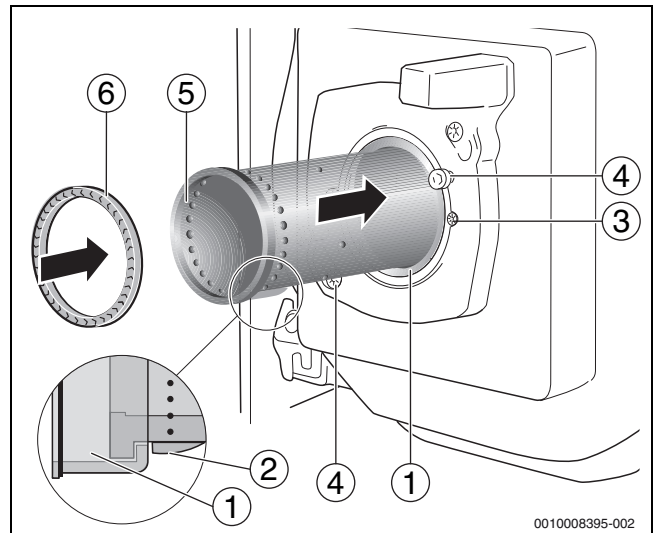
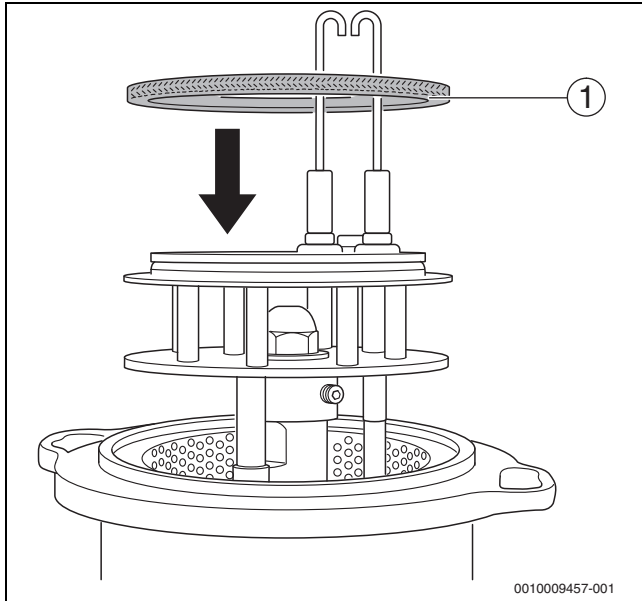

Bild 42 Brennerrohr austauschen
Bild 44 Dichtung einsetzen
- ▶ Neues Brennerrohr (→ Bild 42, [5]) in das Stützrohr einsetzen. Dazu das Brennerrohr über die Nase (→ Bild 42, [2]) hinweg bis gegen den Anschlag des Stützrohrs führen. Die Nase des Brennerrohrs muss dabei nach unten zeigen und einrasten (→ Bild 42, [Lupe]).
- ▶ Neue Dichtung (→ Bild 42, [6]) einsetzen.
- ▶ Vor dem Einbau des Brenners die Dichtung (→Bild 42, [6], bzw. Bild 44, [1]) zwischen Mischsystem und Brennerrohr prüfen.
- ▶ Dichtung (→Bild 42, [6]) in das Brennerrohr einsetzen.
- ▶ Dichtung (→ Bild 44, [1]) zunächst auf dem Mischsystem aufsetzen.
- ▶ Brenner auf die beiden Schrauben im Brennerflansch (→ Bild 42, Pfeile) aufsetzen.